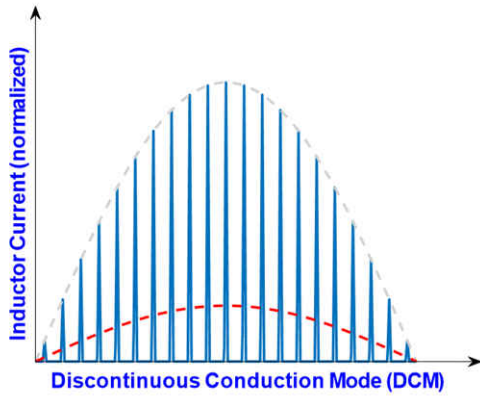

图 4. DCM 模式下的电感器电流波形
升压 PFC 具有三种基于电感器电流波形的工作模式：非连续导通模式 (DCM)、临界导通模式 (CrCM) 和连续导通模式 (CCM)。在一些文献中，CrCM 也称为转换模式 (TM)。每种模式的电感器电流波形如图 4 所示。DCM 和 CrCM 模式与 CCM 模式之间存在着一个重要区别：在 DCM 和 CrCM 模式下，电流在每个开关周期中始终达到零，而在 CCM 模式下则不是如此。